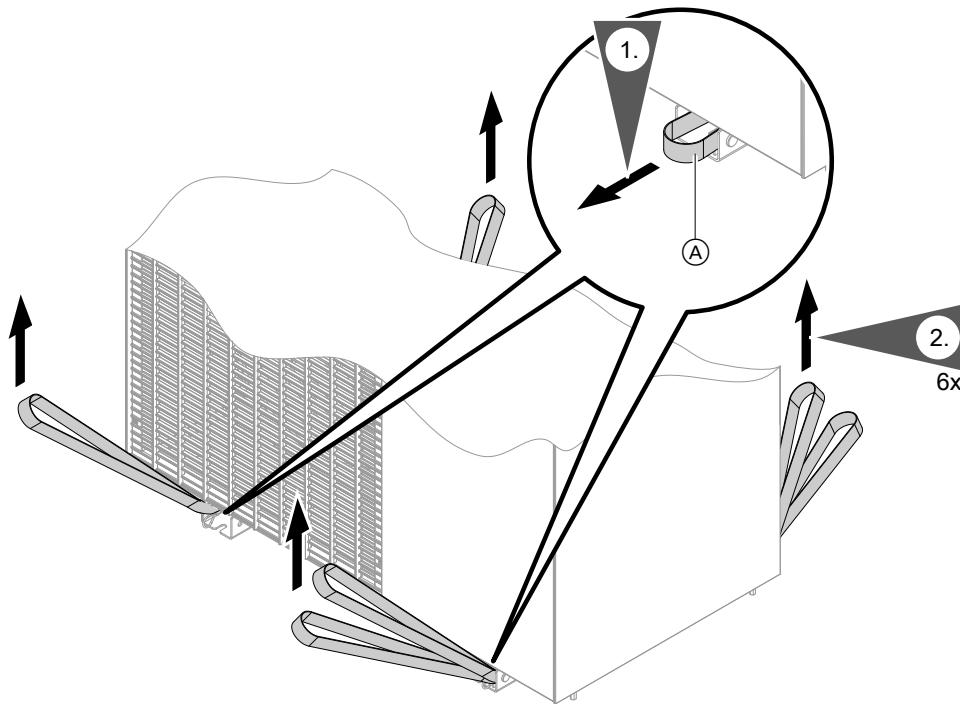

Abb. 7
- Aufgrund der ungleichen Gewichtsverteilung sind bei Außeneinheiten mit 2 Ventilatoren an der rechten Montageschiene 4 Tragehilfen angebracht: Siehe Abb. 7.